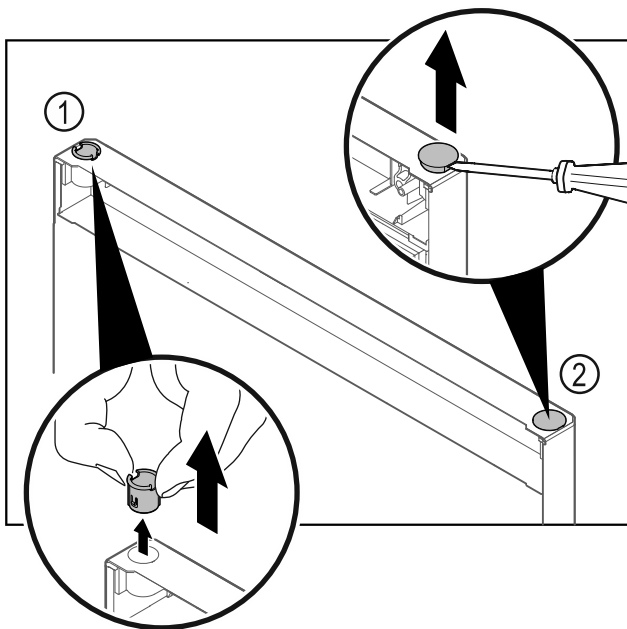

Fig. 29
► 用手指拔出合页衬套 Fig. 29 (1)。
► 用带槽螺丝刀小心撬起盖塞 Fig. 29 (2)并将其拔出。